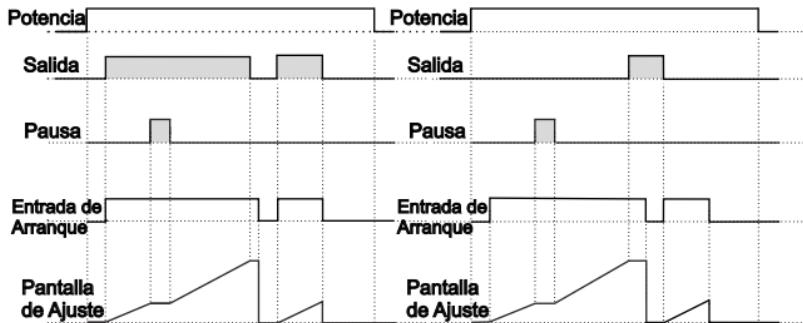

Figura 3.3
3.2.1 Si Conteo Ascendente **dEct** = 0 y **outF** es **0-n**, el diagrama de control se muestra la figura 3.3.